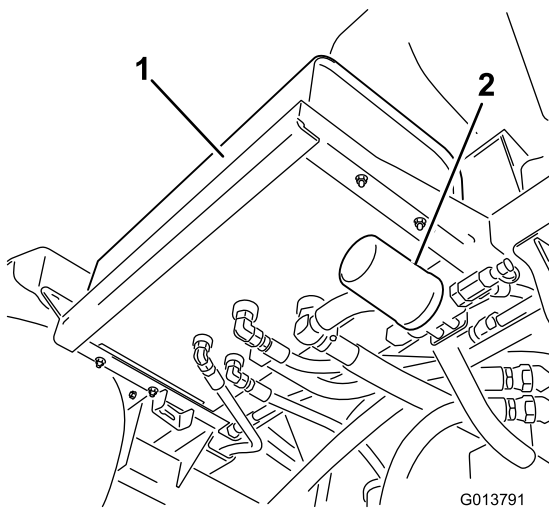
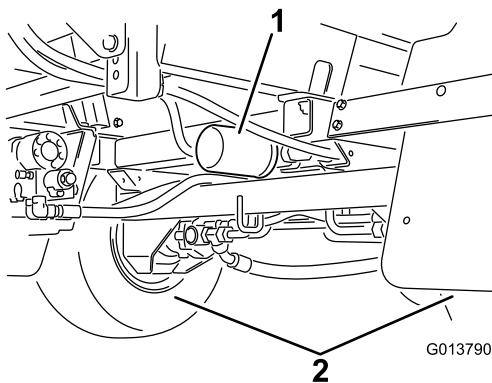

Bild 91
Bild 92
2. Ermitteln Sie die zwei Hydraulikfilter an der Maschine (Bild 91 und Bild 92).